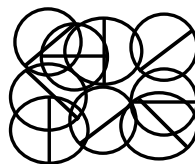

Рис. 2
– увеличивая интенсивность измерений на “подозрительной” области, не поддерживайте ориентацию преобразователя в одном и том же направлении. Осуществляйте вращение преобразователя по или против часовой стрелки перед каждым новым измерением(рис.2);